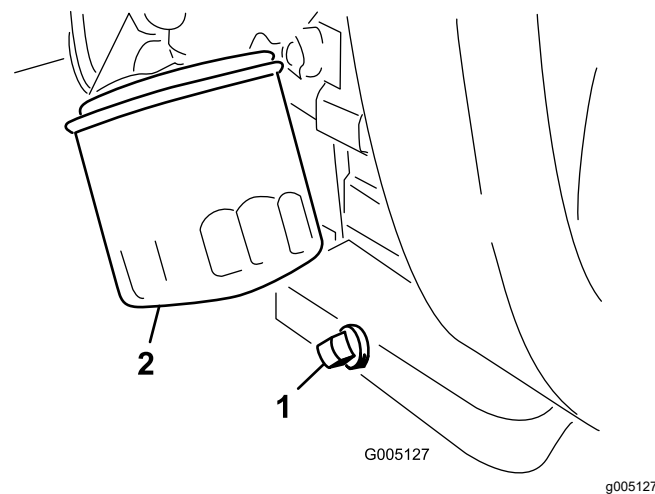

Figura 34
- Limpe os roscados do tampão de escoamento, aplique vedante PTFE e coloque o tampão de escoamento (Figura 34).
- Retire o filtro do óleo (Figura 34).
- Retire o tampão de escoamento (Figura 34) e deixe o óleo escorrer para um recipiente adequado.